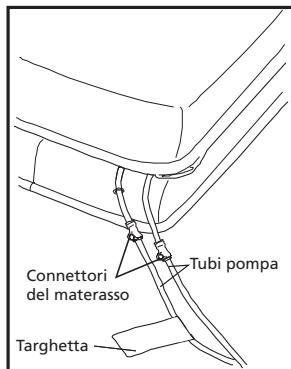

Figura 1 Connettore del tubo del materasso
2. Fissare i tubi della pompa al materasso come mostrato nella (Figura 1) seguente: